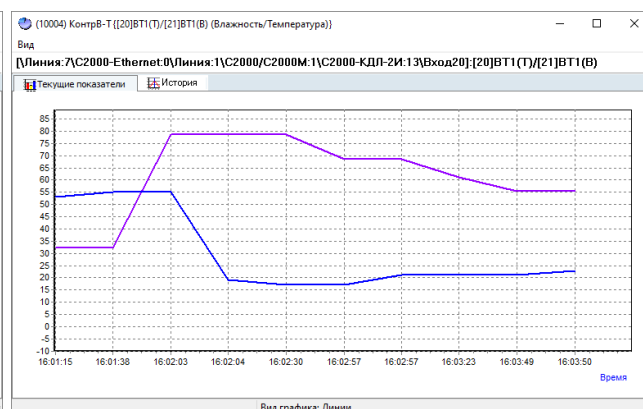

Рисунок 11-64 Вид графика "Линии"
- **Линии** – линейный график (см. Рисунок 11-64).